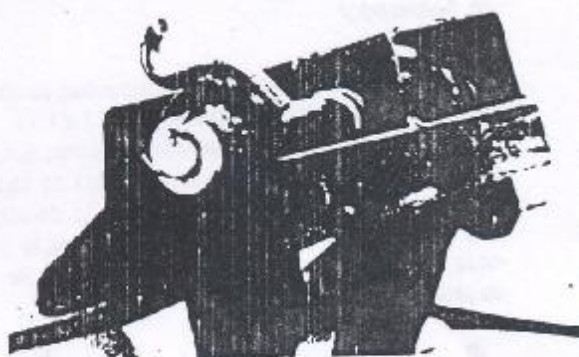

Figura 7.21.5 - Cupilha do eixo dos pedais
6. Remover a cupilha de fixação do conjunto do eixo dos pedais (Figura 7.21.5); remover o eixo e os pedais de freio e embreagem.
7. Instalar a arruela e a cupilha de fixação do eixo dos pedais (Figura 7.21.5).